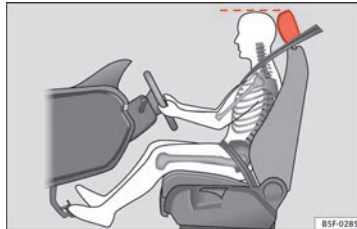

Bild 76 Korrekt läge för förarens nackskydd.
- Ställ in nackskyddet så att dess övre kant är på samma nivå som toppen på huvudet eller så nära samma nivå som toppen på huvudet som möjligt » **bild 76**.